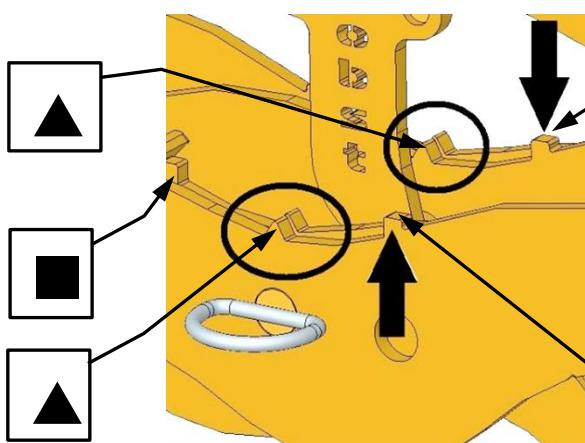

Abb. 2
- Für diesen Greifbereich müssen die Viereck ■-Kennzeichnungen an den Greifarmen (in der Mitte des Gerätes) **deckungsgleich** sein (Abb. 2) und am Verriegelungshaken (2) muss die Viereck ■-Kennzeichnung über dem Steckbolzen mit Klappsplint (8) positioniert werden (Abb. 3).
- Um die Greifbereichseinstellung vorzunehmen, wird der Steckbolzen (6) sowie der Steckbolzen mit Klappsplint (8) entfernt.